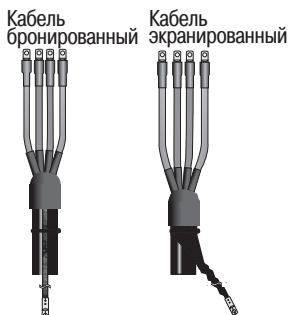

Рисунок 7
4.19 Монтаж муфты окончен (рисунок 7).
Монтаж муфты окончен (рисунок 7).